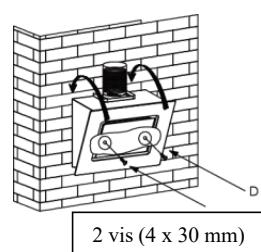

Fig. 6
7. Installez la hotte aspirante sur le mur. Fixez-la en supplément au mur à l'aide de deux vis (4 x 30 mm) et de chevilles que vous appliquez à l'arrière de la hotte aspirante (position D, voir fig. 6).